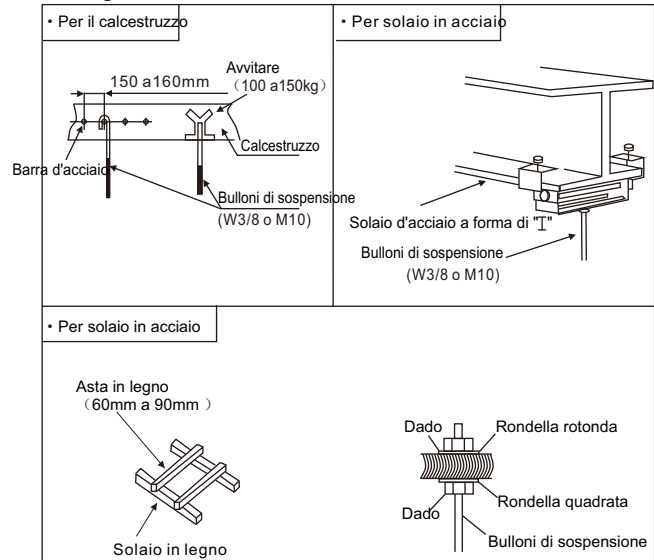

Fig. 3.3.1. Fissaggio dei bulloni di sospensione
- (1) Considerare la direzione dei tubi, il cablaggio e la manutenzione con cura, scegliendo la corretta direzione e posizione per l'installazione.
- (2) Installare i bulloni di sospensione come evidenziato dalla Fig. 3.3.1.